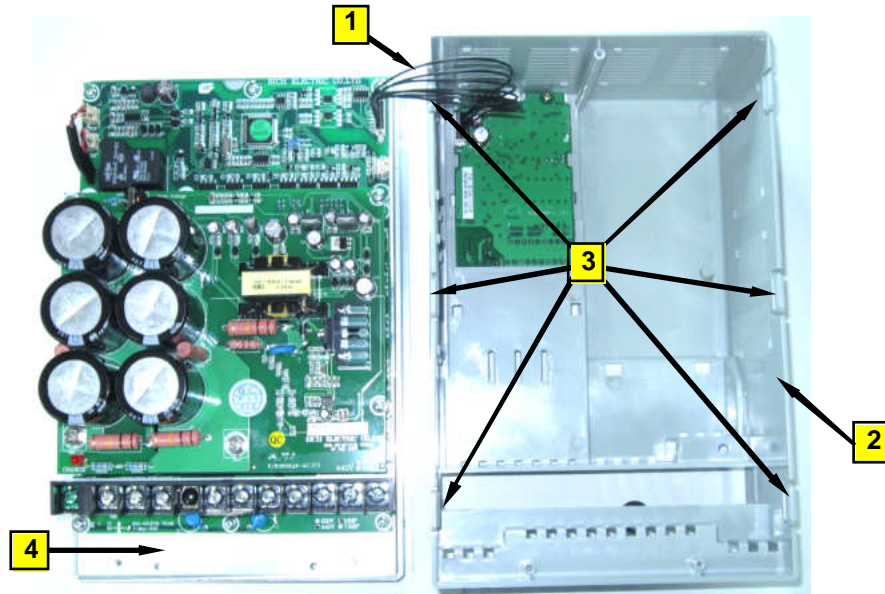

Рис. 7.5
7.7.1. Установить шлейф ЦП «1» (рис. 7.5).
7.7.2. Установить верхнюю часть корпуса «2» в сборе с платой ЦП, приложив рукой усилие перпендикулярное плоскости стола вниз до щелчка, при этом шесть фиксаторов «3» с двух сторон должны войти в отбортовку радиатора «4» (рис. 7.5).